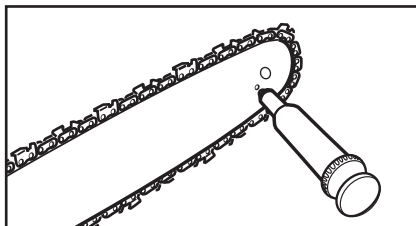

Fig. 42
6. Verifică dacă lanțul fierăstrăului (3) nu prezintă semne de uzură și deteriorare. Înlocuiește-l cu unul nou dacă este necesar. Un operator experimentat poate ascuți un lanț de fierăstrău tocit (vezi secțiunea „**Ascuțirea lanțului fierăstrăului**” de mai jos).
7. Curăță pinionul din vârful lamei de ghidare (2).
8. Montează la loc lanțul fierăstrăului (3) și lama de ghidare (2) așa cum se descrie în secțiunea „Asamblare”.
9. Folosind un pistol de lubrifiere de unică folosință, introdu vârful acului în gaura de lubrifiere (1) (Fig. 42) și injectează unsoare până când apare pe marginea exterioară a pinionului.